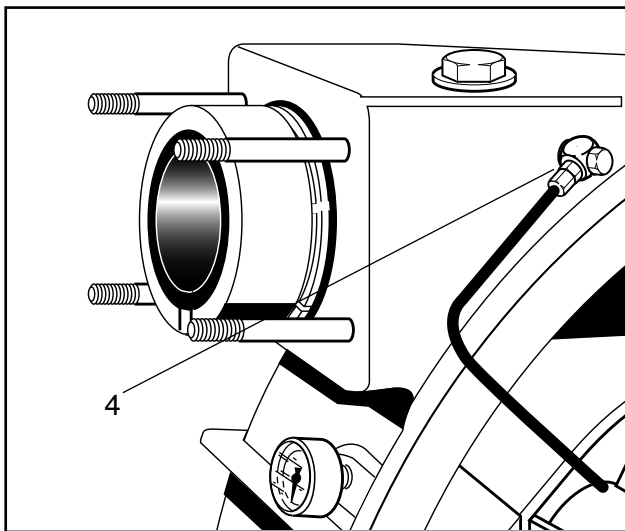

Fig. 29 4 Tubos pequeños de purga de aire
5. Desenroscar completamente del cuerpo de la bomba las dos boquillas de conexión con brida de retención y tuercas de tubo hexagonal (fig. 29) y extraer las dos boquillas de conexión de la manguera de bombeo.